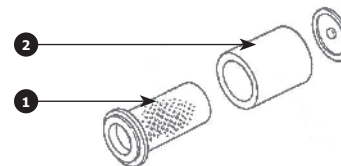

Рис. 74
4. Снимите элемент **2** Рис. 74 воздушного фильтра.